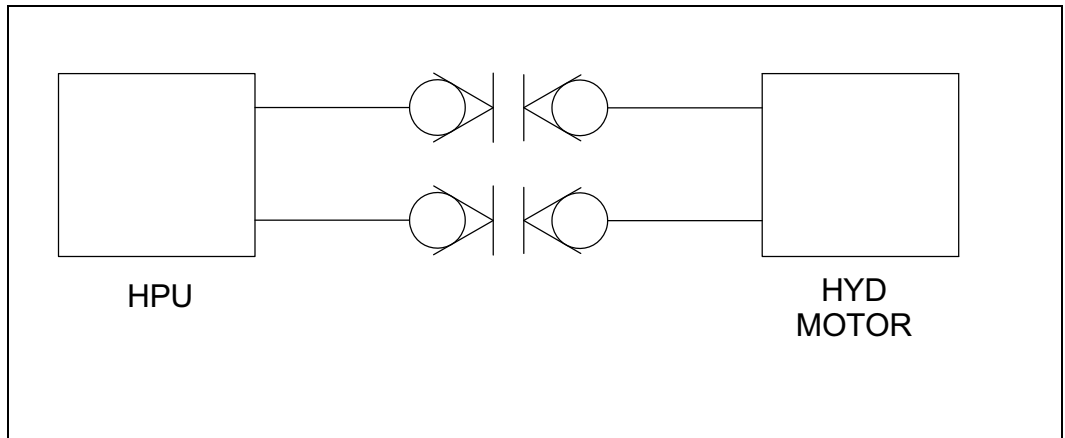

FIGURE B-3. P/N 80970 KIT HYDRAULIQUE MOTEUR 6,2 PO3 AVEC QD FTG FF6300
- FIGURE B-3. P/N 80970 KIT HYDRAULIQUE MOTEUR 6,2 PO3 AVEC QD FTG FF6300 - - - - - 116